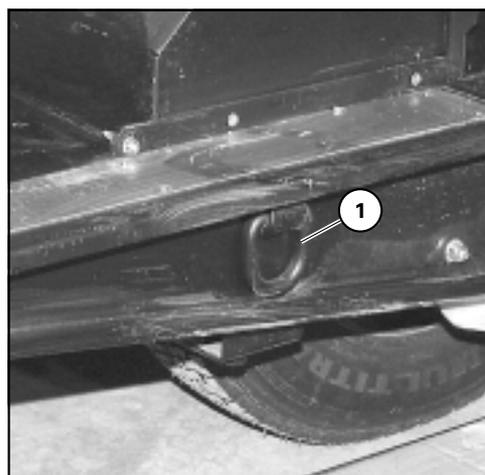

Bild 94 Verlastungsöse am Rahmen
**HINWEIS** Die Verlastungsösen befinden sich auf beiden Seiten jeweils vor und hinter der Anhängerachse. Bild 94 zeigt eine Verlastungsöse bei abgesetzten Kochmodulen. Müssen mehrere Anhänger verlastet werden, kann zur Platzeinsparung die Zugstange und das Verstellstück abgenommen werden (siehe Abschnitt 2.1.3).